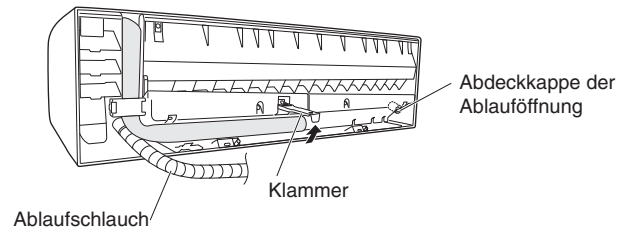

Abb. 3-29
- (a) Nachsehen, wo der Ablaufschlauch und die Abdeckkappe der Ablauföffnung sich befinden. (Abb. 3-29)
- (b) Die Schraube entfernen, mit der der Ablaufschlauch an der Seite befestigt ist, und den Ablaufschlauch herausziehen und entfernen. (Abb. 3-29)